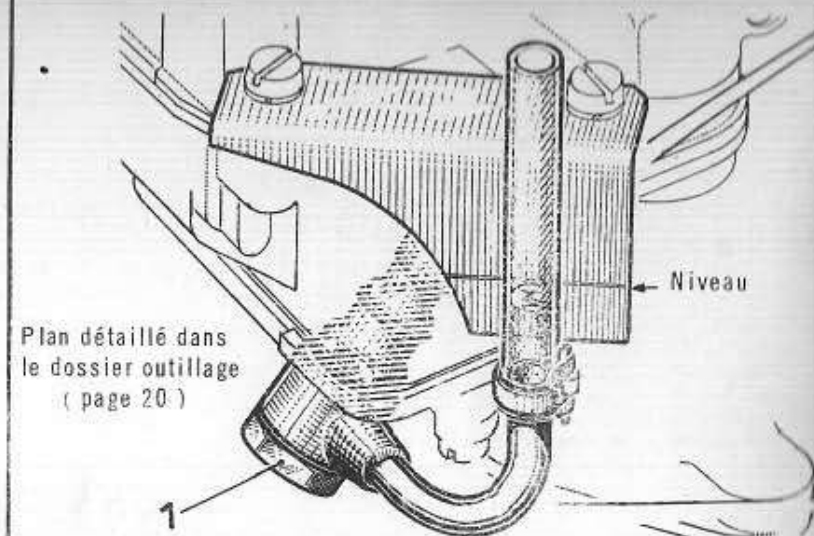

Fig. 5 Niveau pour carburateur Zénith 36 WIM (moteurs série)
604 - VERIFICATION et REGLAGE du NIVEAU de CUVE du CARBURATEUR (Fig. 5 et 6)
A/ Carburateur 36 WIM (moteur série) - (Fig. 5)
N.B.- Pour ce modèle, le contrôle s'effectue à l'aide d'un niveau spécial et d'une plaquette (Fig. 5) sur laquelle est gravé le niveau normal, c'est-à-dire $16 \pm 0,5$ mm par rapport au plan de joint du couvercle; (pour réaliser ces pièces, voir dossier outillage - page 20).
Couper le circuit électrique, monter le niveau à la place du gicleur de marche (le tube doit être vertical) et la plaquette sur le carburateur. **Ne pas déposer le couvercle. Actionner la pompe à essence par son levier jusqu'à ce que le niveau soit stabilisé. Purger par la vis (1 - Fig. 5 ou 6), (laisser couler 20 à 30 gouttes environ). Bloquer la vis (1) et actionner à nouveau la pompe jusqu'à stabilisation du niveau.**